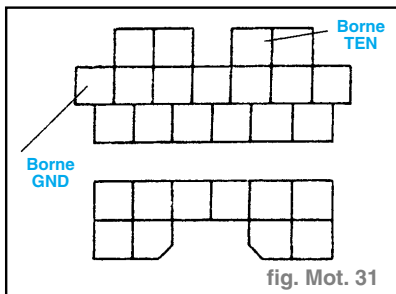

fig. Mot. 31
- Raccorder les bornes **TEN** et **GND** du **DLC** à l'aide d'un câble volant. (fig. Mot. 31)